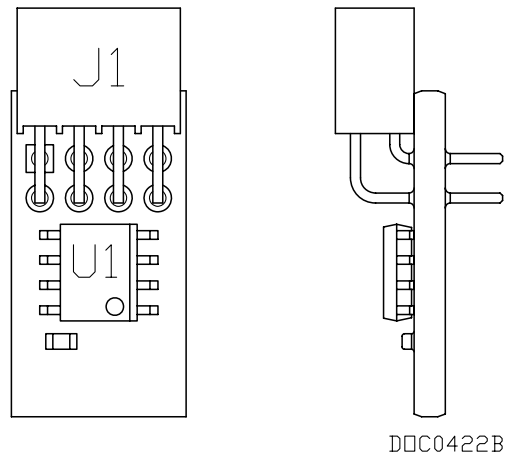

图2-8. 许可证密钥
7. 将许可证密钥压入端子直到其固定在那里为止。请参阅图 2-8。